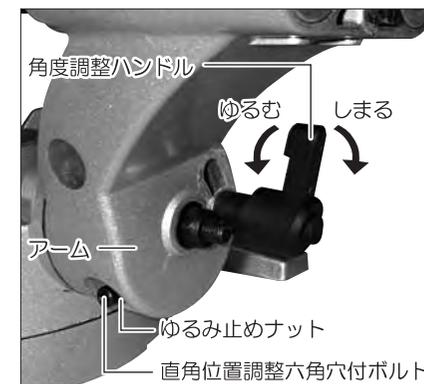

図24
- ①本機を定規付支え板側（後側）にスライドさせ、スライド軸を固定してください。次にハンドルを下げて、ストッパーツマミで固定してください。
- ②アーム後部の角度調整ハンドルをゆるめてください。（図24参照）
- ③アーム下部右側の直角位置調整用六角穴付ボルトを六角レンチで左に2～3回回して本機を右方向に傾けてください。（図24参照）
- ④ターンベース面とノコ刃の側面に三角定規を立てて当て、ターンベース面とノコ刃の刃面が直角になるまで直角位置調整用六角穴付ボルトを六角レンチで右に回して本機を起こしてください。
- ⑤ターンベース面とノコ刃の刃面が直角になりましたら角度調節ハンドルをしめて本機を固定し、直角位置調整用六角穴付ボルトゆるみ止めナットを締め付けてください。
- ⑥アームの▼部とアームホルダーの角度目盛の0度が一致しているかを確認してください。
- ⑦▼部と目盛が一致していないときは、小ネジをゆるめて、▼部を角度目盛0度に合わせてください。